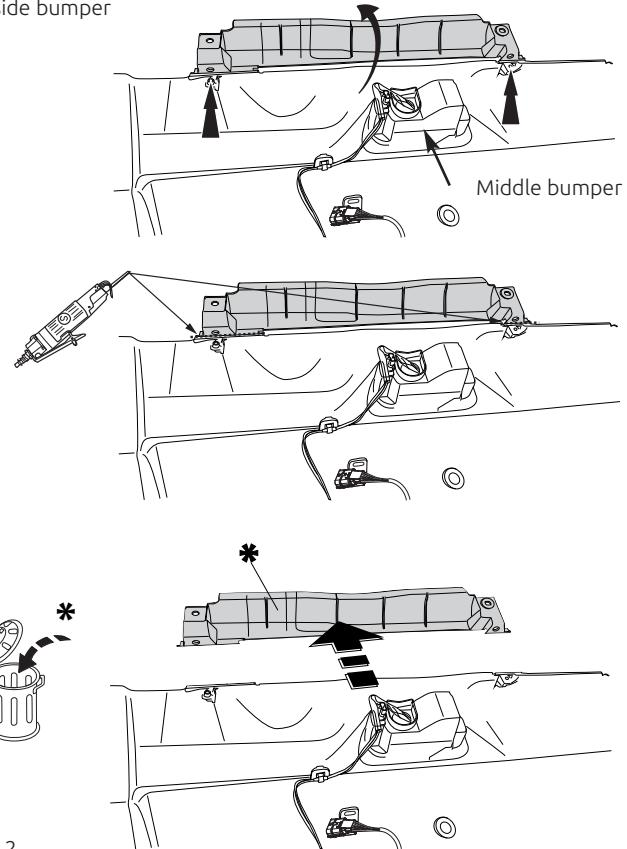

Fig. 2
7. Отпилить обозначенную часть, как указано на рис. 2 & 2а.